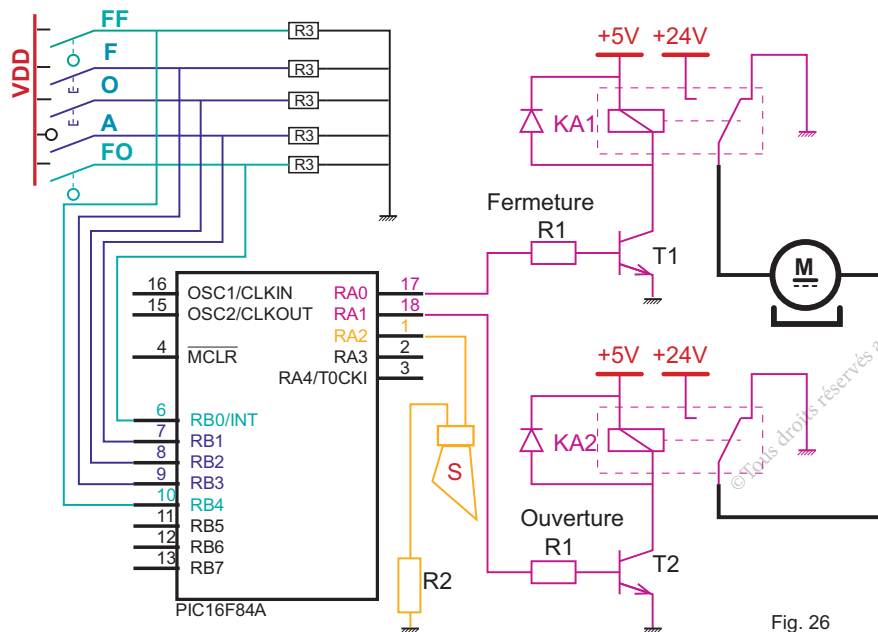

Fig. 26
7 La carte électronique (figure 26) est destinée à la commande de la porte coulissante. Tracer ce schéma sur un logiciel de simulation.
- e-** Réaliser le câblage conformément au schéma du circuit de la figure 26.